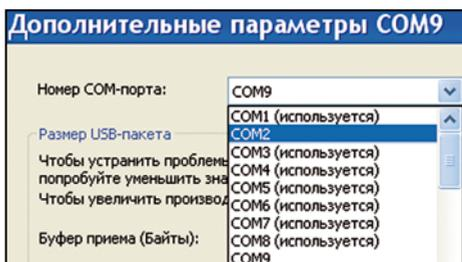

Рисунок 6. Изменение номера COM порта
6.2.4 Если номер COM порта адаптера USB-ПО5 больше 8, дважды щёлкнуть левой кнопкой мышки на «USB Serial Port (COM9)». В открывшемся окне «Свойства» перейти на закладку «Параметры порта» и нажать кнопку «Дополнительно». В открывшемся окне в списке «Номер COM-порта» выбрать один из портов в диапазоне COM2 - COM8 (порт COM1 в компьютере занят устройством «Последовательный порт (COM1)») рисунок 6, затем нажать «ОК», в окне «Свойства» — тоже «ОК». Закрывать Диспетчер устройств.